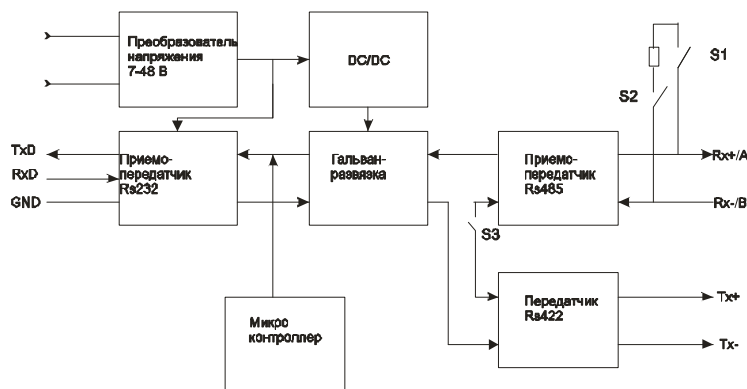

Рис. 3. Блоки ПИ
- 6 – тройной DIP переключатель, необходимый для подключения встроенного оконечного согласующего резистора (1) и включения интерфейса RS-485(2).
3.3. Функциональная схема ПИ приведена на рис. 3., где: